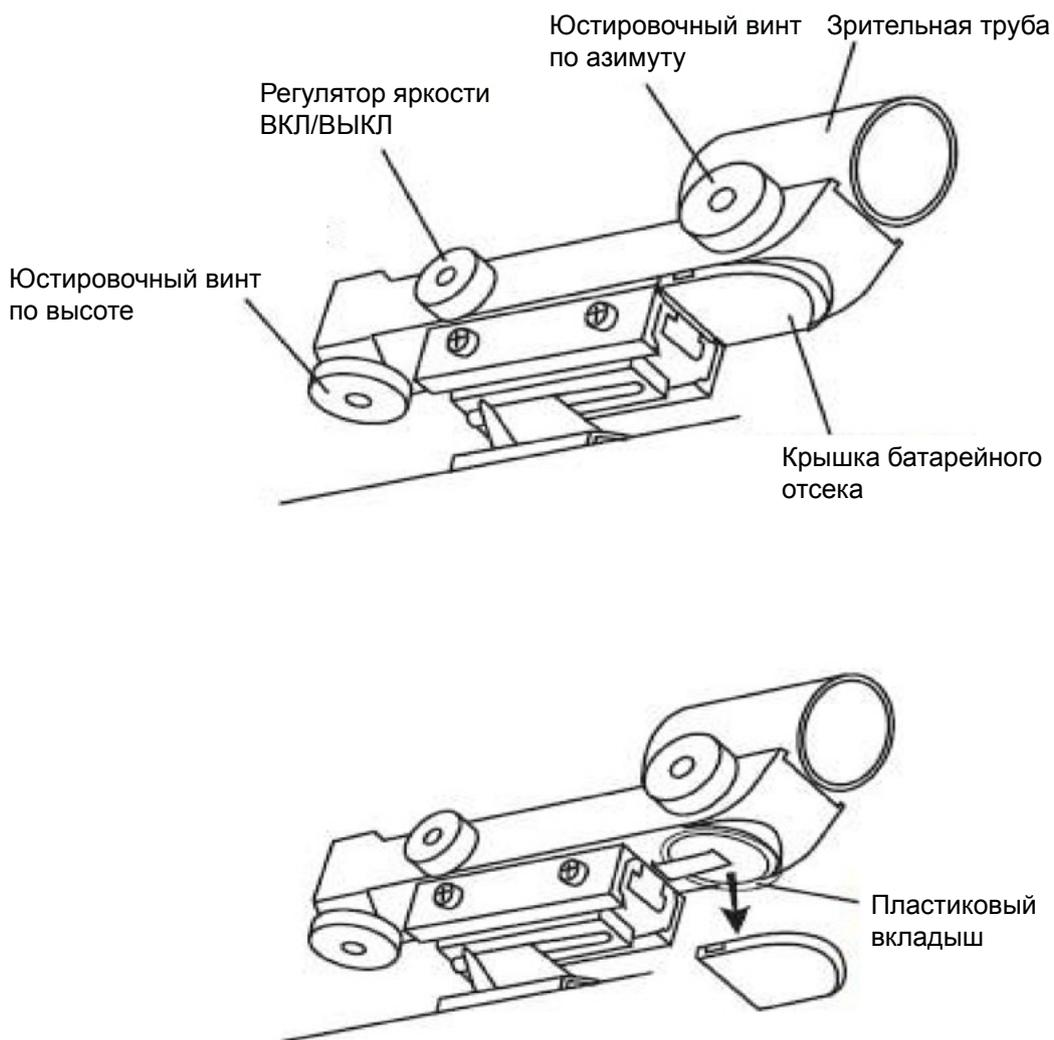

Рис. 9.2
Искатель с красной точкой — это устройство с нулевым увеличением, проецирующее изображение маленькой красной точки на ночное небо. По этой точке удобно наводиться на небесные объекты. Искатель с красной точкой снабжен регулятором яркости и юстировочными винтами по азимуту и высоте (рис. 9.2). Питание искателя осуществляется от 3-вольтовой литиевой батарейки, расположенной внизу спереди. Чтобы пользоваться искателем, просто смотрите в зрительную трубу и перемещайте трубу телескопа до тех пор, пока не совместите красную точку с наблюдаемым объектом. Следует смотреть обоими глазами.
1. Откройте крышку батарейного отсека, сдвинув ее вниз (можно аккуратно зацепить 2 маленьких выемки) и выньте пластиковый вкладыш, закрывающий контакт батарейки (рис. 9.2).